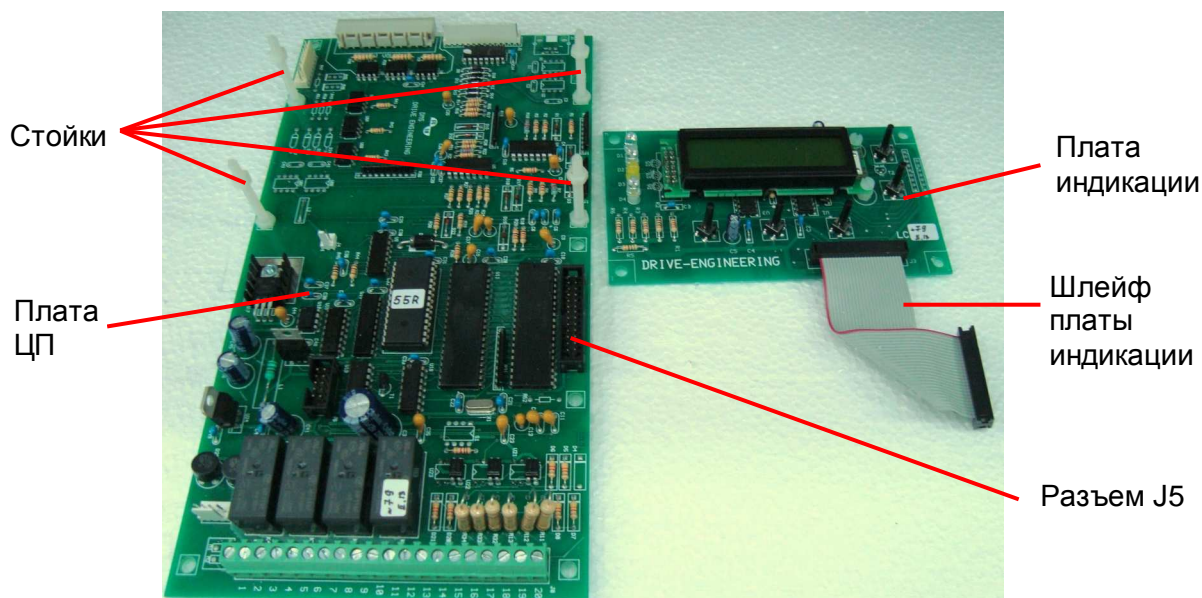

Рис. 7.30
7.11.1. Установить плату индикации на направляющие стойки (рис. 7.30).